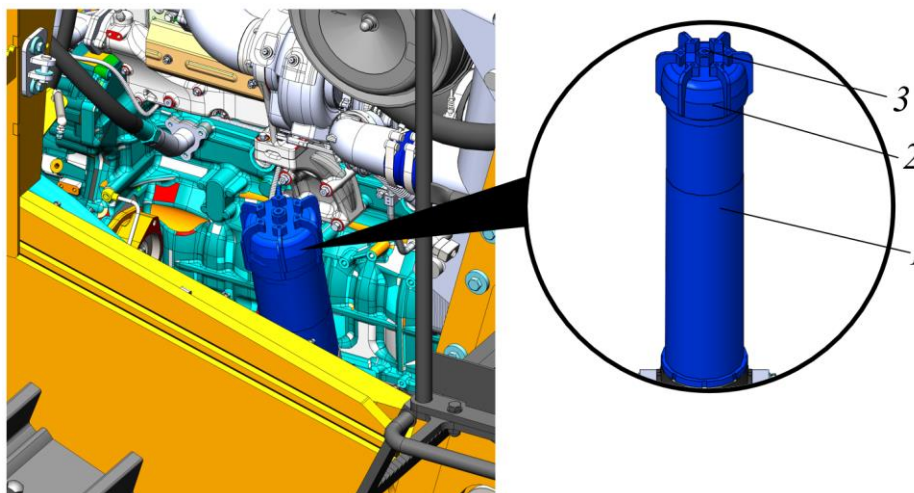

Рисунок 5.102. Фильтр напорный
Фильтр напорный размещен в моторном отсеке справа по ходу движения машины, см. рис. 5.102.
- ▶ Установить новый сменный фильтр в корпус 1, рис. 5.102. Используя новое уплотнительное кольцо, накрутить крышку 2 и затянуть ее усилием рук.